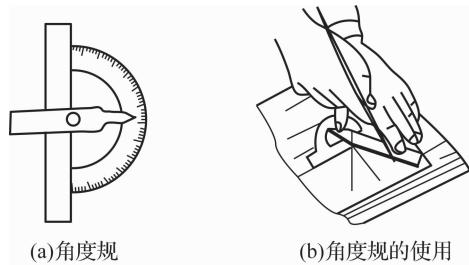

图 1-11 角度规及其使用
角度规常用于划角度线,图 1-11 所示为角度规及其使用。
(3)用角度规划角度线。用角度规划角度线如图 1-11 所示。